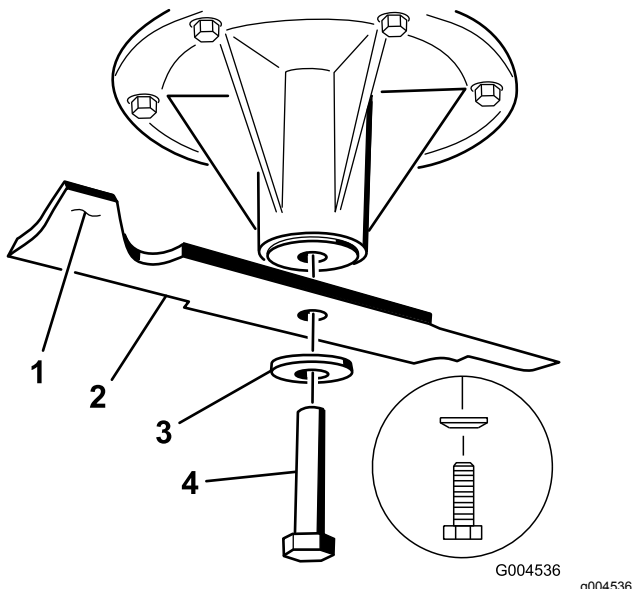

Figura 80
2. Retire a cavilha da lâmina, a anilha curva, e a lâmina do eixo (**Figura 80**).